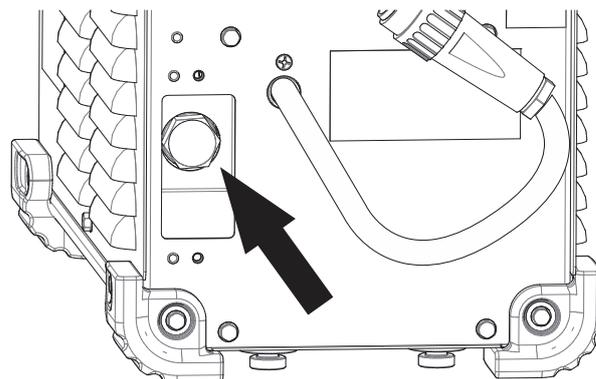

Figura 10
- Em seguida, retire o parafuso grande de latão. Consulte a Figura 10. Pode utilizar uma chave de caixa longa ou um alicate extensível. Uma pequena quantidade de líquido de refrigeração poderá verter.